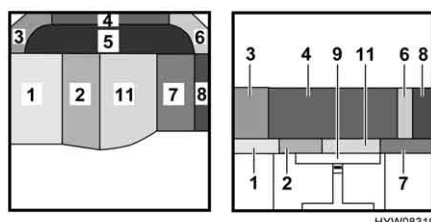

Fig. 53 Dopo la trasformazione
- Posizionare il cuscino aggiuntivo (Fig. 53,11) tra i cuscini del divano (Fig. 53,2 e 7) e il tavolo. Rispettare la forma circolare.